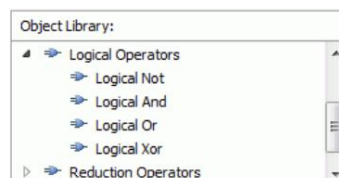

Figure 20. Sélectionnez l'opérateur Ou logique dans la fenêtre Bibliothèque d'objets et faites-le glisser dans la fenêtre d'édition.
5. Nous devons maintenant ajouter les opérateurs logiques nécessaires à notre circuit. Nous aurons besoin d'une porte OU ainsi que de trois détecteurs de niveau de front. Pour accéder à la porte OU, cliquez sur le signe plus à côté d'« Opérateurs logiques » dans la bibliothèque d'objets et sélectionnez « Ou logique », comme illustré à la figure 20. Glissez-déposez ensuite l'opérateur dans la fenêtre d'édition.